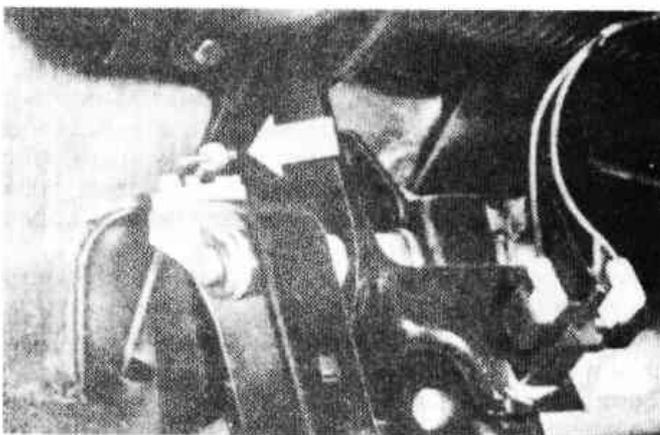

Рис. 5.5. Штифт крепления троса сцепления (Разд.6)
5. Действуя небольшой отверткой как рычагом, извлеките проушину троса со штифтом из втулки педали (Рис.5.5).